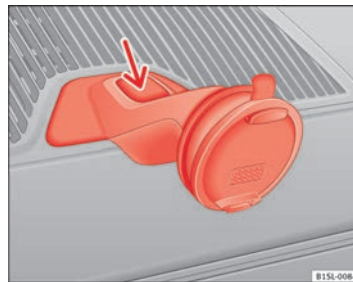

Fig. 121 Desmontagem do alojamento do navegador.
- Pressione o botão de desbloqueio do alojamento ⇒ Fig. 121 (seta).